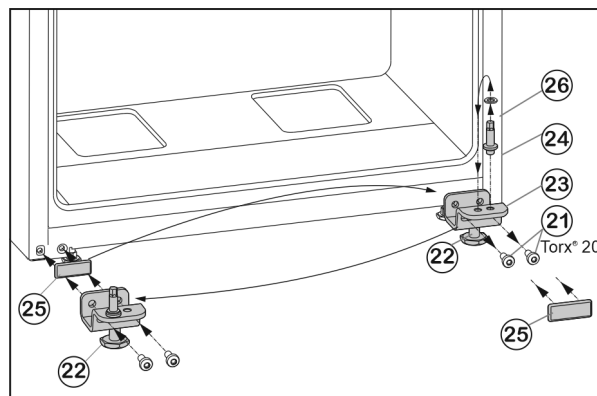

Fig. 9
- Bevestigingsschroeven Fig. 9 (21) losschroeven.
- Onderste scharnierplaat Fig. 9 (23) volledig met scharnierbouten Fig. 9 (24), schijf Fig. 9 (26) en stelvoet Fig. 9 (22), verwijderen.
- Scharnierbouten Fig. 9 (24) volledig met schijf Fig. 9 (26) losschroeven, terugplaatsen in het tegenoverliggende opnamegat van de scharnierplaat en weer vastschroeven.
- Afdekplaat Fig. 9 (25) voorzichtig verwijderen en terugplaatsen op de andere zijde.
- Onderste scharnierplaat Fig. 9 (23) volledig met scharnierbouten Fig. 9 (24), schijf Fig. 9 (26) en stelvoet Fig. 9 (22) weer op de nieuwe scharnierzijde evt. met behulp van een accuboormachine **vastschroeven (met 4 Nm)**.
- Deur van bovenaf op de scharnierbouten Fig. 9 (24) plaatsen.
- ▶ Stelvoet Fig. 9 (22) uit de onderste scharnierplaat Fig. 9 (23) draaien totdat deze op de grond ligt.